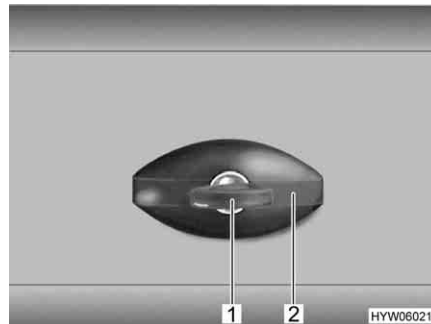

Fig. 63 Serrure du portillon, en forme d'ellipse
- Insérer la clé dans le barillet (Fig. 63,1) et la tourner d'un quart de tour dans le sens inverse des aiguilles d'une montre. La poignée de la serrure (Fig. 63,2) ressort.